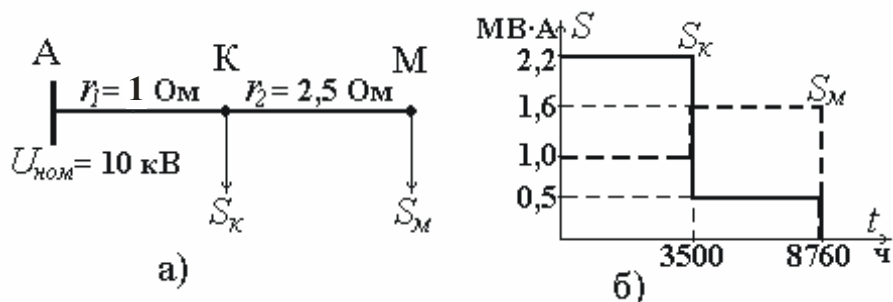

Рис. 66
**Задача 48.** Определить отношение потерь электроэнергии в электропередаче, изображенной на рис. 66, а, к переданной потребителям электроэнергии.
Графики полной мощности на нагрузок даны на рис. 66, б ( $\cos \varphi_k = 0,87$ ,  $\cos \varphi_m = 0,87$ ).